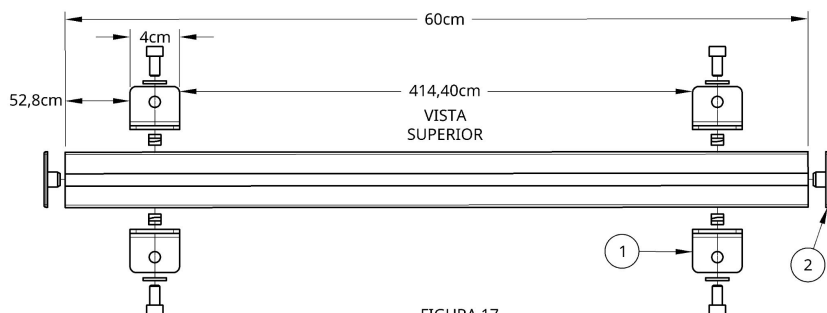

FIGURA 17
Monte as cantoneiras 40X40mm (1) no perfil de alumínio 45X45X60cm, como mostrado na Figura 17.
Use as medidas da Figura 17 como referência para centralizar o perfil.